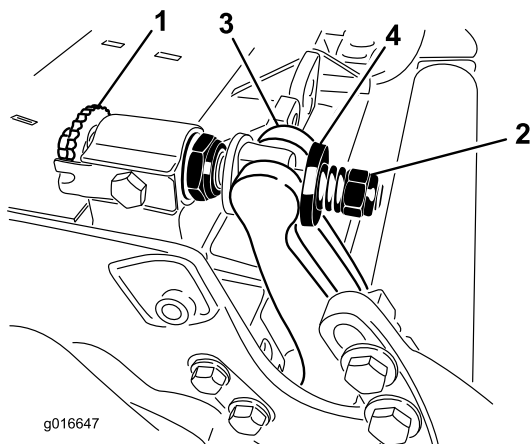

Bild 29
1. Drehen Sie die Einstellschrauben des Untermesserträgers nach links, um den Abstand zwischen Untermesser und Spindel zu vergrößern (Bild 29).
2. Drehen Sie die Federspannungsmutter so weit hinaus, bis die Scheibe nicht mehr gegen den Untermesserträger angespannt ist (Bild 29).